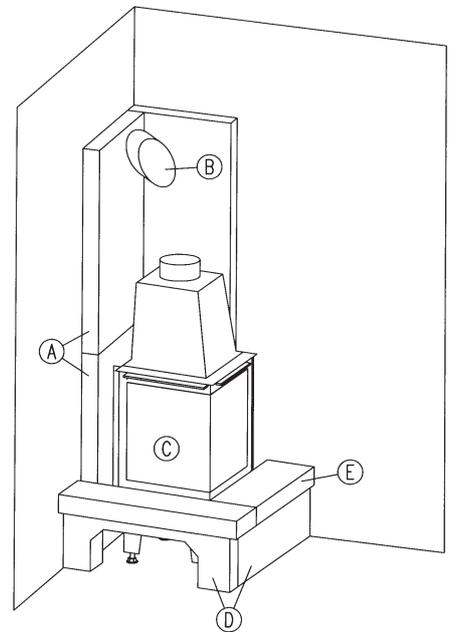

Abb. 4
6.2 Der Radiante-Einsatz muß so gerückt werden, daß der Untersims ca 3 - 5 mm überdeckt wird, aber noch 2 - 3 mm „Luft“ zwischen Marmor und Heizeinsatz verbleibt, so dass sich der Heizeinsatz ausdehnen kann, ohne die Marmorteile zu beschädigen! (**Abb. 4**)